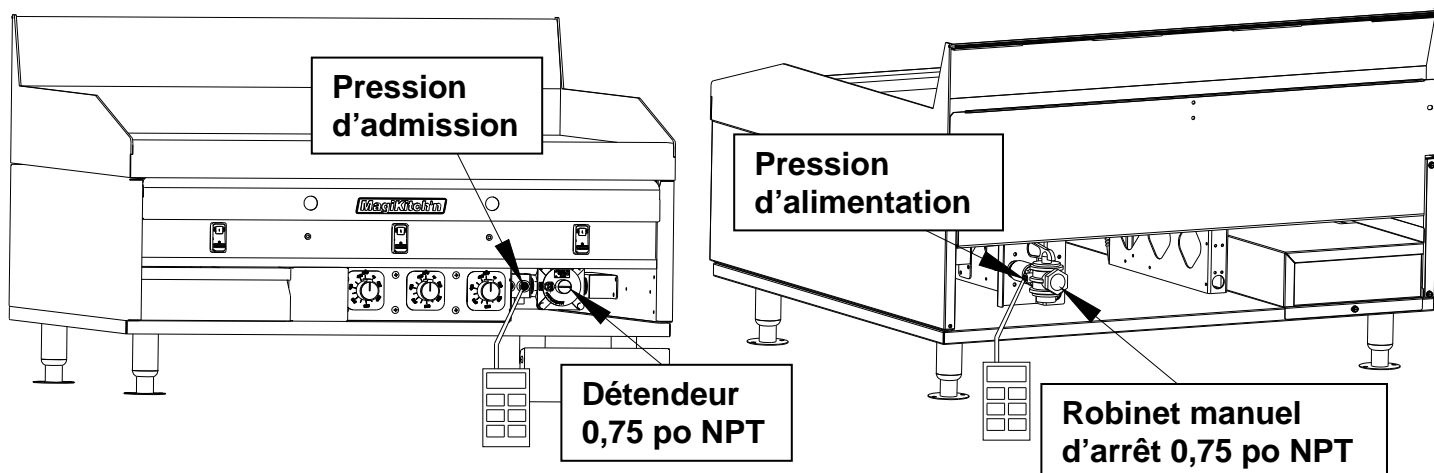

Figure 6
1. Le détendeur d'admission de votre nouvel appareil a été installé à l'usine, voir la figure 6 pour l'emplacement du détendeur et du robinet d'arrêt manuel dont votre appareil est équipé. L'utilisation d'un détendeur autre que celui fourni avec l'appareil annule la garantie.
2. La pression d'admission doit être maintenue à la pression indiquée sur la plaque signalétique. La valeur de la pression d'admission se mesure au raccord 1/8 po NPT situé derrière le panneau inférieur avant, à côté du détendeur (voir la figure 6). Pour vérifier la pression d'alimentation de l'appareil, utiliser le point d'essai de pression fourni sur le robinet d'arrêt manuel (voir aussi la figure 6).
Les dimensions des orifices sont calculées pour un débit de gaz correct afin d'assurer la valeur nominale en BTU/heure pour chaque modèle. La pression au détendeur doit obligatoirement être mesurée et réglée avant la mise en service de l'appareil, après l'installation et en cas de doute sur le rendement de l'appareil. Les valeurs de pression (d'admission et d'alimentation) se mesurent aux points d'essai de pression fournis (voir la figure 6).
2. Ouvrir le robinet d'arrêt manuel en le mettant en position « marche » (**ON**); ce robinet se trouve à l'arrière de l'appareil (voir la figure 6). Pour que le robinet permette l'écoulement du gaz, sa poignée doit être alignée avec le robinet d'arrêt manuel.